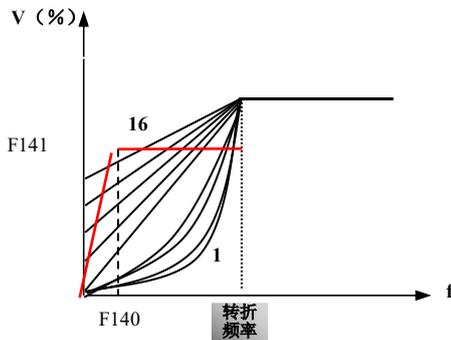

图 6-3 转矩提升示意图
- 如图 6-3 所示, 当 F137=0 时, VF 曲线补偿量=Max (F138, F141) ;